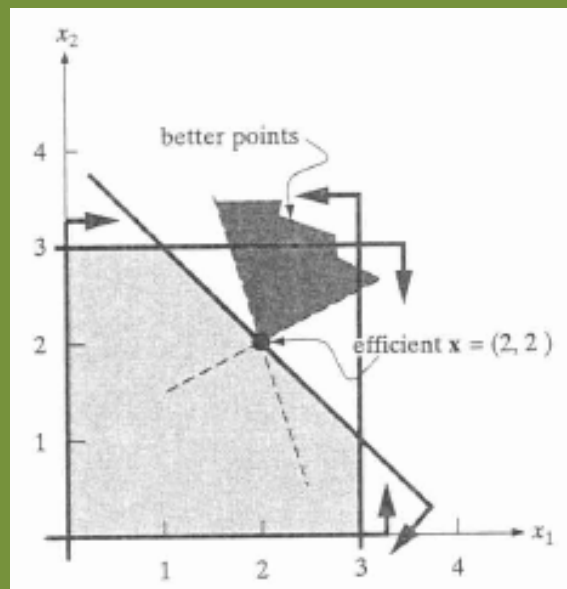

Figura 4.2: El punto $x = (2, 2)$ es un punto *eficiente*.
- En la Figura 4.2 vemos que $x = (2, 2)$ es un *punto eficiente* (dentro de la región factible no podemos mejorar ninguno de los dos objetivos sin empeorar el otro).
(ver Figura 4.2)